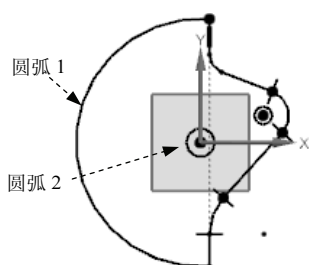

图 5.12.5 添加同心约束
(1) 单击“几何约束”按钮。系统弹出“几何约束”对话框，单击按钮，选取图 5.12.5 所示的两段圆弧，则在圆弧和圆弧之间添加图 5.12.5 所示的“同心”约束。